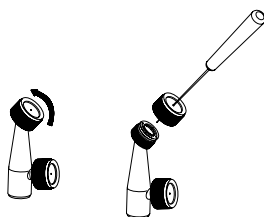

Figura 14
- Treceti un fir subțire prin orificiul expus și îndepărtați toate resturile. Clătiți apoi cu apă curată. Consultați Figura 14.